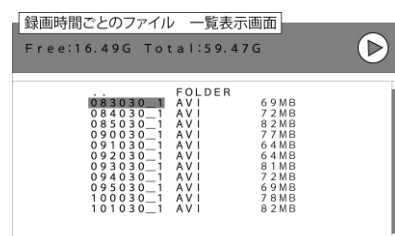

図11
- ⑤続いて、ディスプレイに“録画時間ごとのファイル”が一覧表示されます。“上/下ボタン”、“左/右ボタン”で確認したいファイルへカーソルを合わせ、“決定ボタン”で確定してください（図11参考）。
- ⑥ディスプレイに録画ファイルが映し出され、再生が開始されます。
- ⑦録画ファイル再生中に“決定ボタン”を押すと、再生を一時停止することができ、再度押すと再生が再開されます。